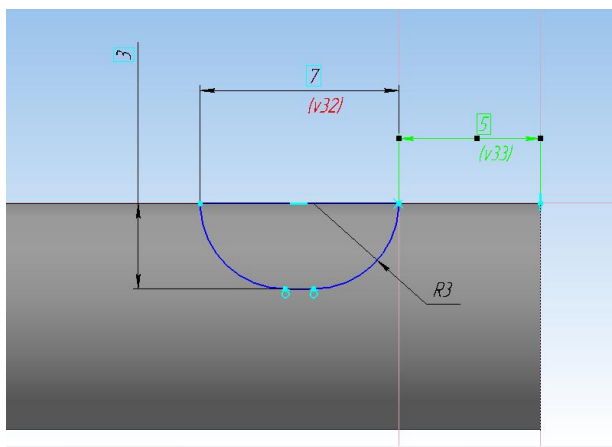
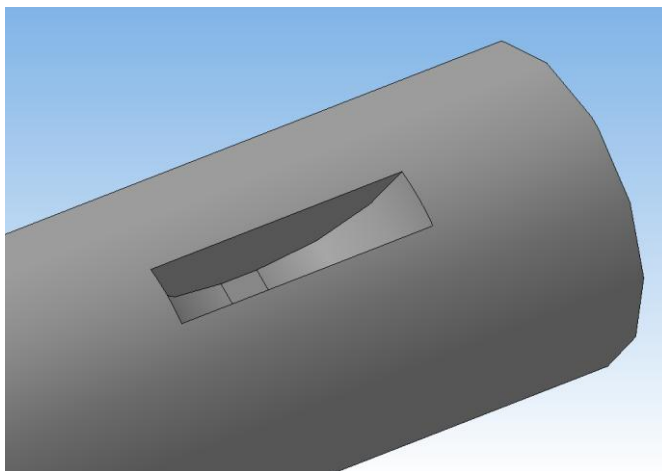

Рис. 3.6. Модель вала
Рис. 3.7. Проточка под шпонку
3. На тонком конце вала выполнить проточку под шпонку по предлагаемому эскизу (рис. 3.6). Проточка шириной 3 мм. Должно получиться как на рис. 3.7.